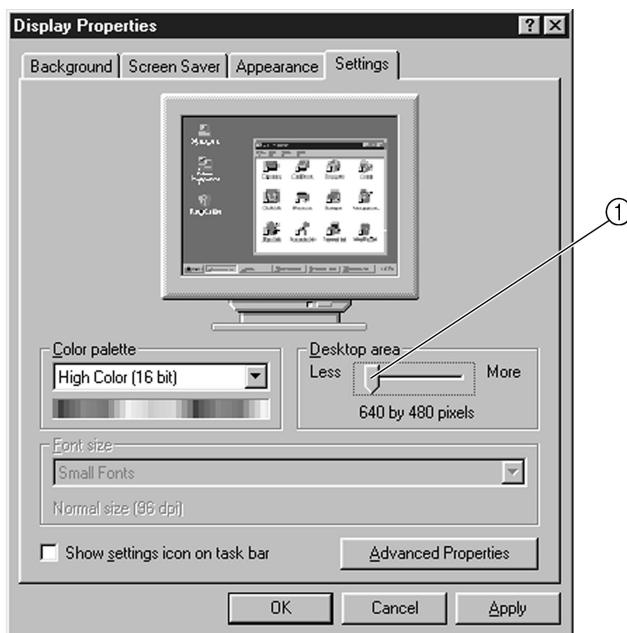
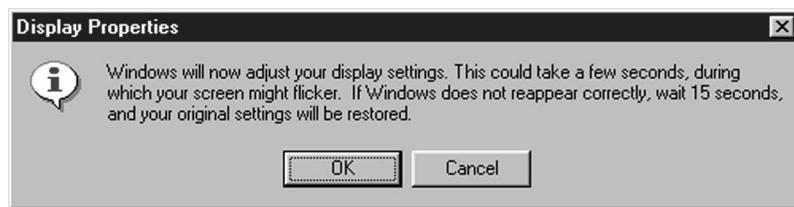

Fig. 74
Fig. 75
3. Select **Settings** and slide the Desktop area slider. (Fig. 74)
3. Sélectionner **Settings** et déplacer le curseur de la Zone d'écran (Fig. 74).
① Curseur
3. Wählen Sie **Settings** und schieben Sie den "Desktop area"-Schieber. (Abb. 74)
① Schieber
3. Seleccione **Settings** y deslice el control deslizante del área de escritorio. (Fig. 74)
① Control deslizante
4. Click the **OK** button in the confirmation window to set the display area. To cancel, click the **Cancel** button. (See figs. 75–76.)
4. Cliquer sur le bouton **OK** dans la fenêtre de confirmation pour définir la résolution d'affichage. Pour annuler, cliquer sur le bouton **Cancel** (voir les figures 75–76).
4. Haga clic en el botón **OK** en la ventana de confirmación para confirmar la configuración del área de visualización. Para cancelar, haga clic en el botón **Cancel**. (Ver figs. 75–76.)